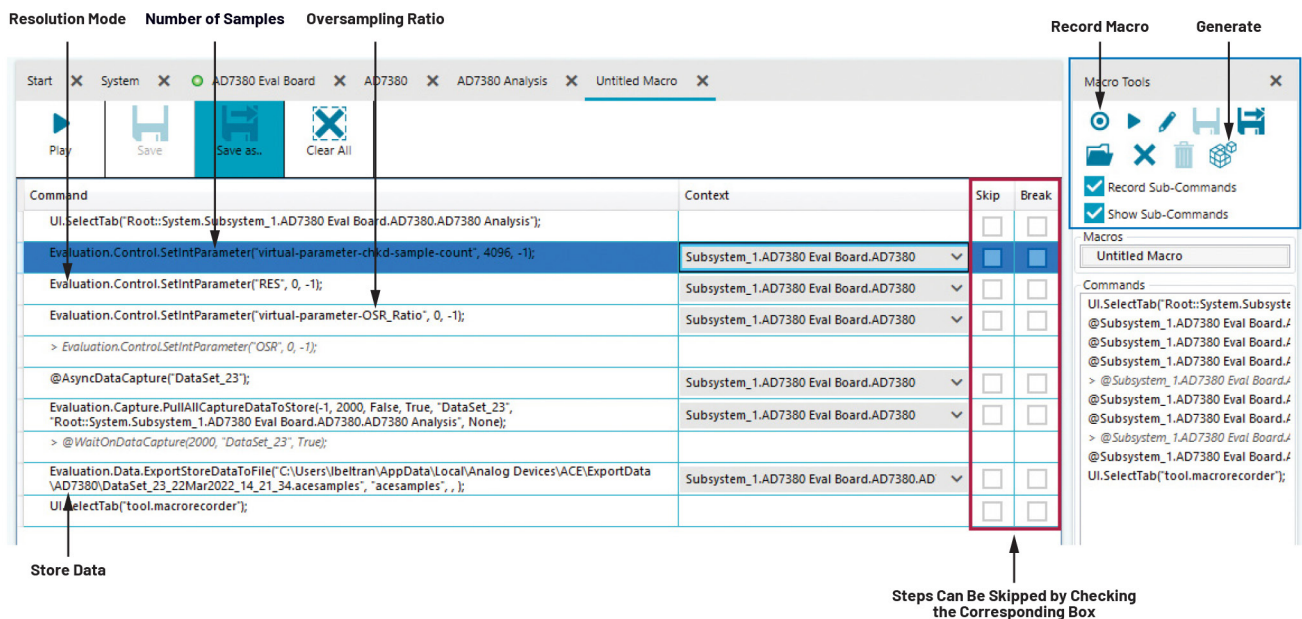

图5. 命令窗口和宏工具。
2. 点击图5中蓝色高亮显示区域中图标右侧的记录宏命令按钮。
例如，在记录宏时，用户使用图2中所示的按钮配置过采样率和分辨率模式。命令窗口如图5所示。
在这个窗口中，可以查看记录的所有步骤，甚至可以跳过/中断任何无需自动生成的步骤，然后将整个程序导出到一个可选择语言的脚本中，如图5中红色高亮部分所示。
5. 点击图5中蓝色高亮显示区域右侧的**生成**图标，打开脚本生成器窗口。